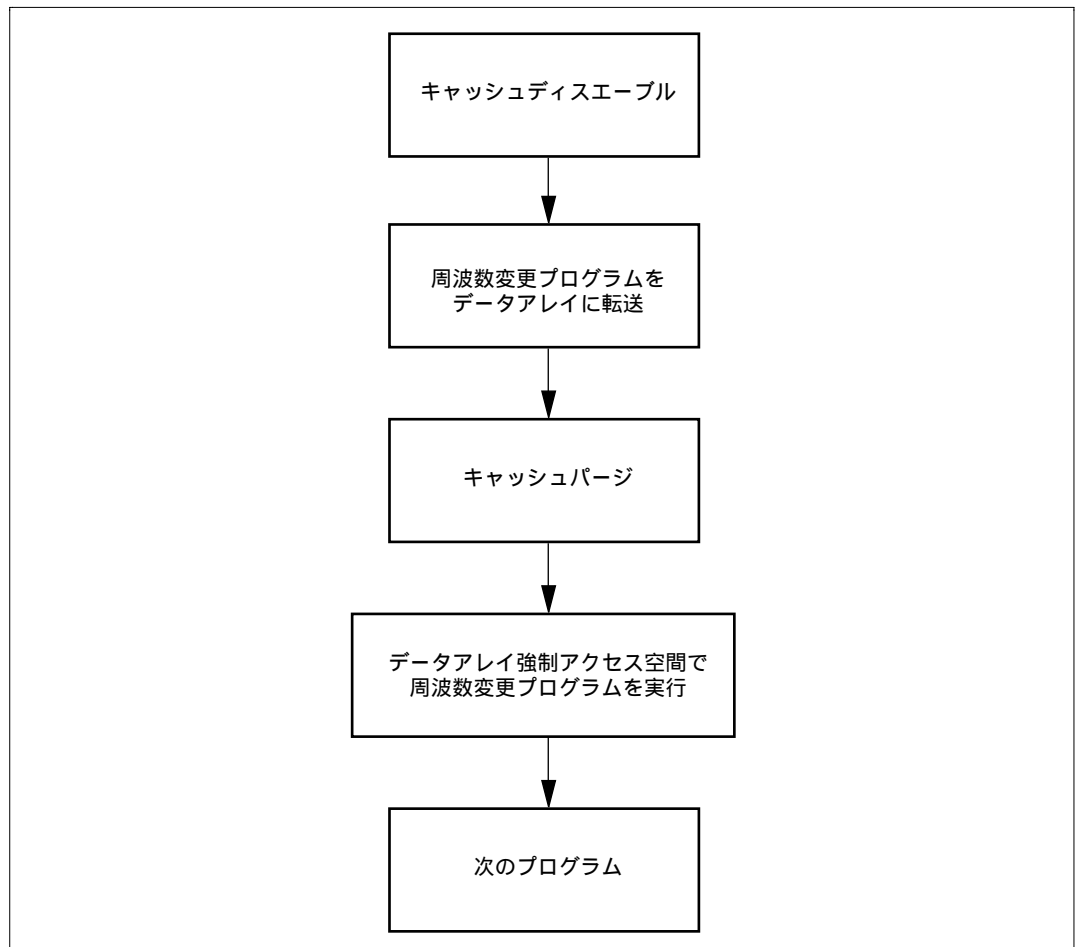

図 3.7 周波数変更フロー
(3) 周波数変更時の注意
- ・ 周波数変更プログラムは、必ずキャッシュメモリ上におき、データアレイの強制アクセス空間を利用して実行してください。周波数変更レジスタ設定のフローを図3.7に、サンプルプログラムを次頁に示します。